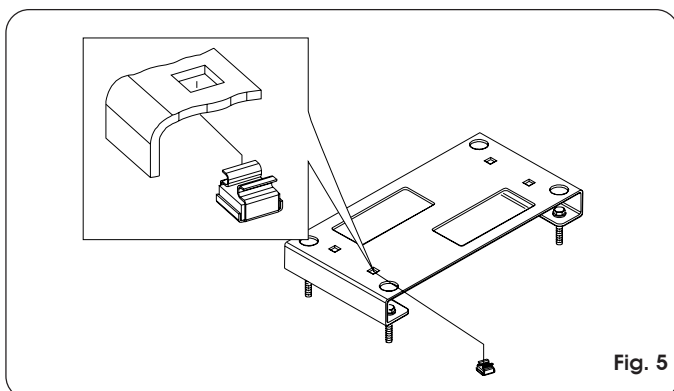

Fig. 5
- Introduzca en los 4 orificios cuadrados de la placa las 4 tuercas en jaula en dotación, tal y como se muestra en la Fig. 5.